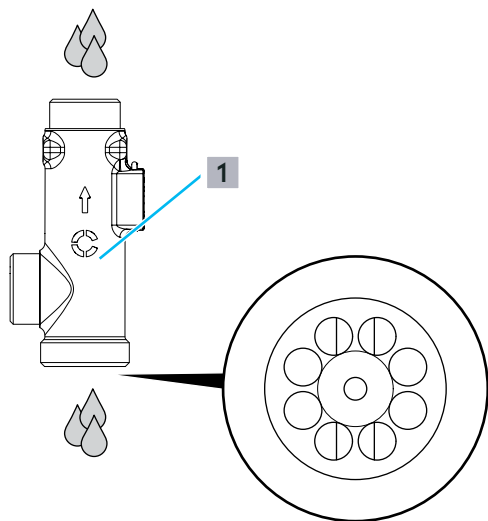

Fig. 23: Nettoyage du capteur de débit sous l'eau courante
8 Tenir le corps du capteur de débit ((1) sur la Fig. 23 en page 31) sous l'eau courante dans le sens inverse du débit pour éliminer les résidus tels que les restes de chanvre et nettoyer la turbine.